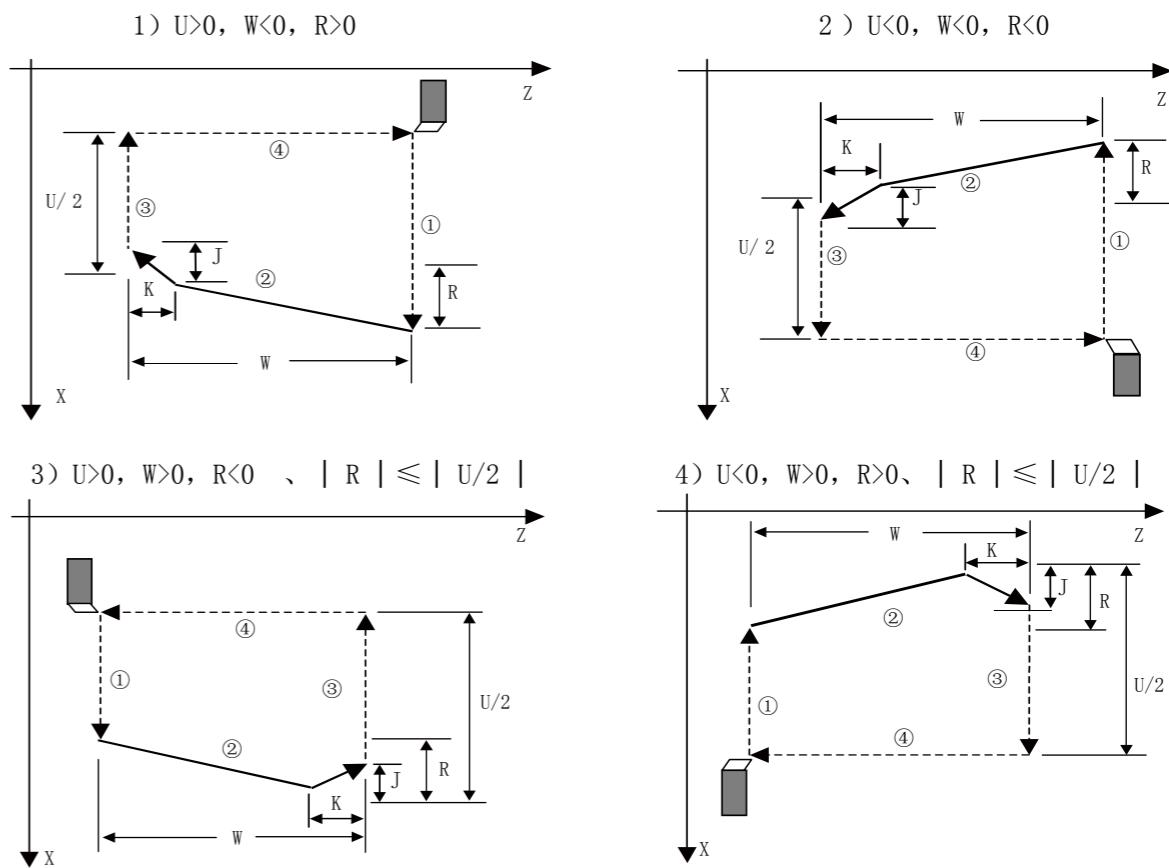

图 3-46
- U、W 的符号决定了 A → C → D → E 的方向, R(i) 的符号决定了 C → D 的方向。U、W 的符号有四种组合方式, 对应四种加工轨迹, 见图 3-46。